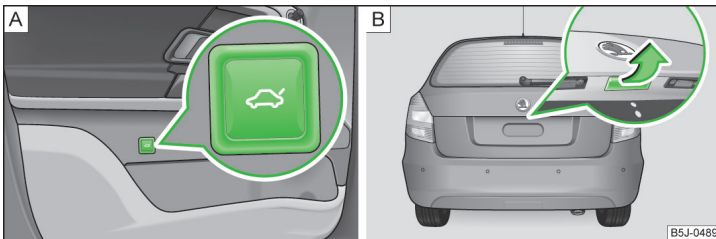

Abb. 35 Gepäckraumklappe öffnen / Griff der Gepäckraumklappe
- Die Symboltaste ↻ in der Fahrtür » Abb. 35 - A drücken und die Gepäckraumklappe in Pfeilrichtung anheben » Abb. 35 - B.
- Den Griff drücken und die Gepäckraumklappe in Pfeilrichtung anheben » Abb. 35 - B.